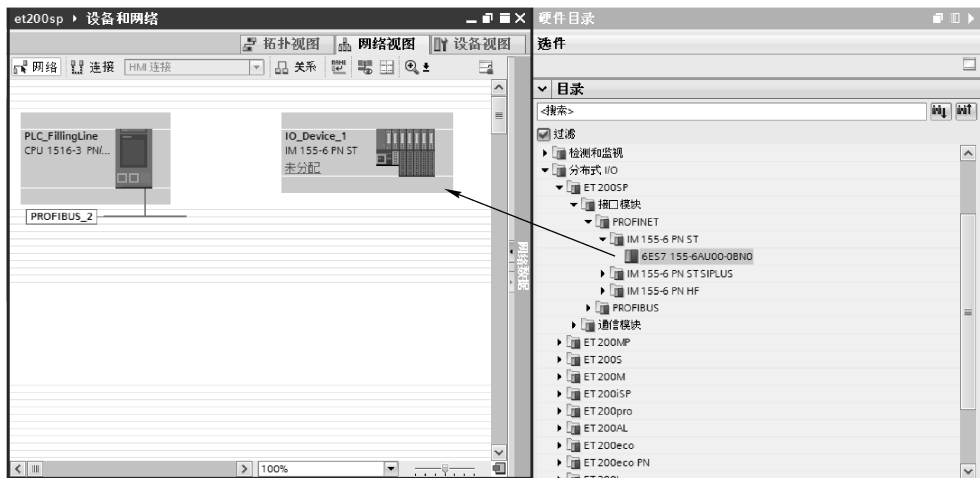

图 7-25 添加 I/O 设备 IM155-6 PN ST
1) 在 STEP 7 网络视图的硬件目录中, 选择“分布式 I/O”→“ET 200SP”→“PROFINET”→“IM 155-6 PN ST”, 将其拖曳到网络视图的空白处, 如图 7-25 所示。